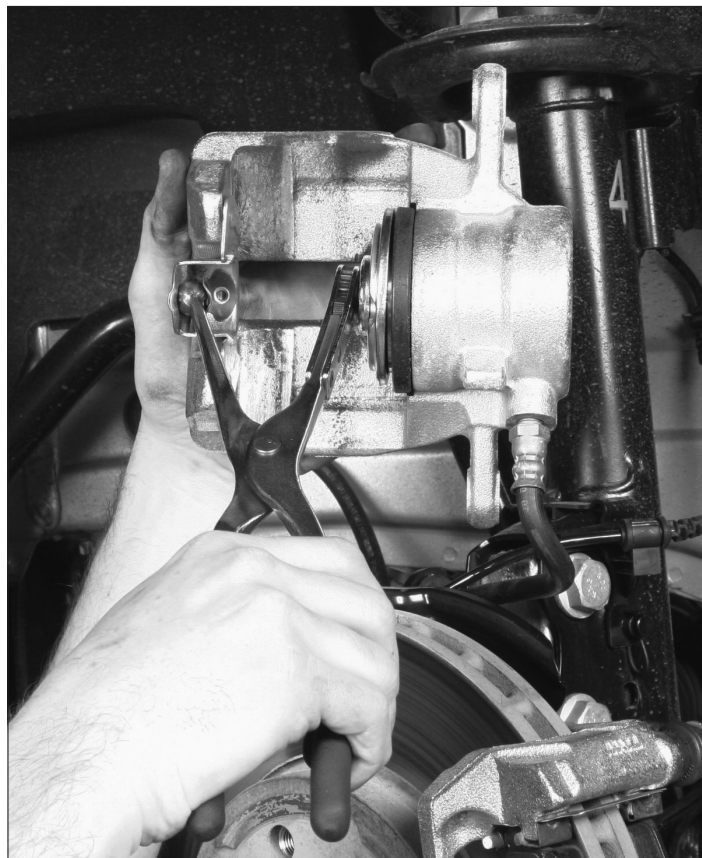

FIG. 10
- Repousser le piston à l'aide d'un outil approprié (Fig.10).